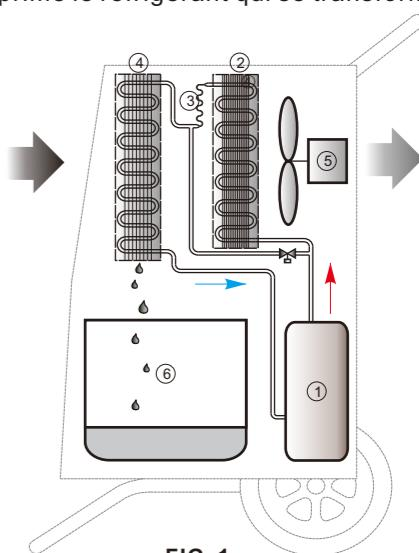

FIG .1
(voir FIG.1) Les déshumidificateurs MDR sont conçus sur la base du système de circulation de réfrigération. À l'intérieur de ce système hermétique, le compresseur (①) pompe et comprime le réfrigérant qui se transforme alors en gaz haute température qui est acheminé au condenseur(②).